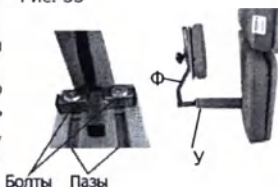

Рис. 34
16) Регулировка положения упора для таза по высоте (при наличии) (рис.34)
С помощью шестигранного ключа ослабить болты, на которых упор установлен на конструкционном профиле поворотного ложа, изменить положение упора двигая его вдоль конструкционного профиля вверх-вниз, зафиксировать положение, закрутив болты ключом-шестигранником. (рис.34)
Дополнительный способ регулировки упора для таза по высоте см. в п. 14) **регулировки упора по глубине** относительно ложа - ослабить винт-барашек (У), переместить кронштейн (Ф) вперед-назад, выбранное положение зафиксировать винтом (У) (рис.34)